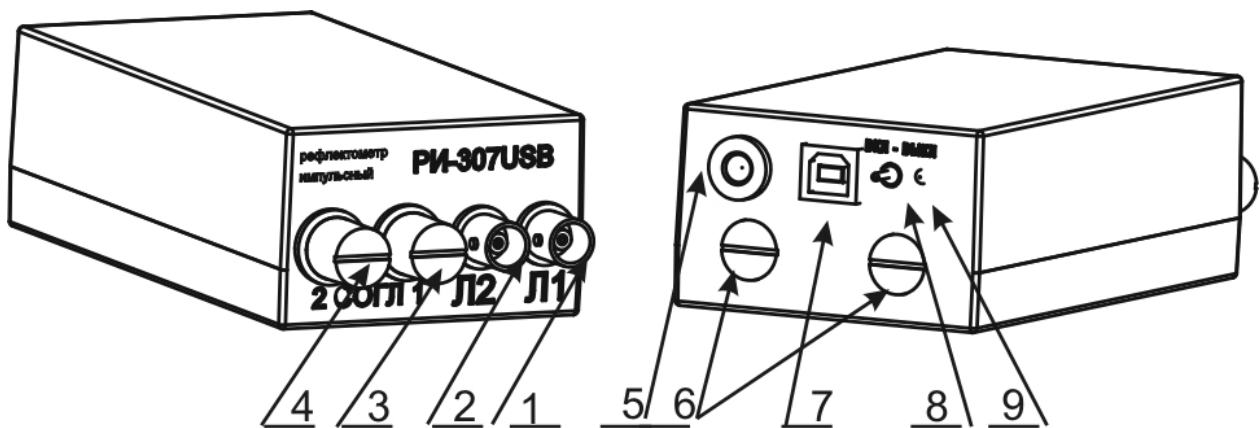

Рисунок 4-1 Внешний вид прибора
7.3 В конструкции прибора предусмотрен контроль разряда аккумуляторов. При разряде аккумуляторов мигает красный индикаторный светодиод (см. рисунок 4-1).